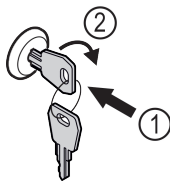

Fig. 160
- ▶ Inserire la chiave Fig. 160 (1).
- ▶ Ruotare la chiave di 90° in senso orario Fig. 160 (2).